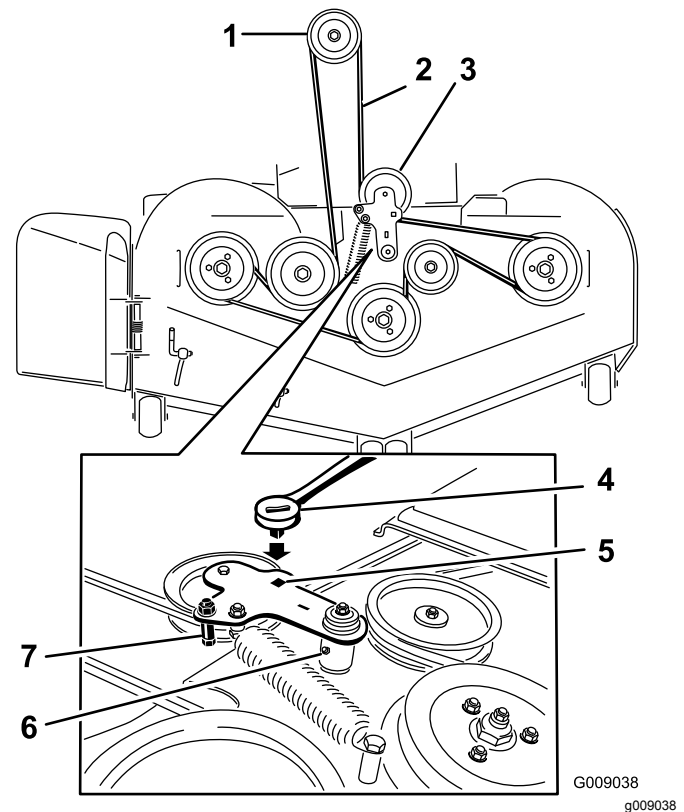
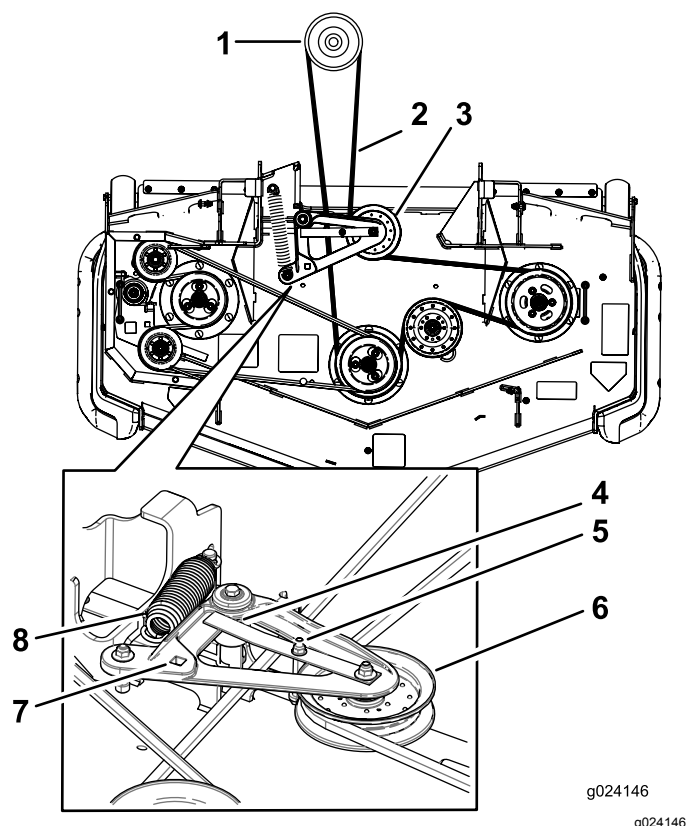

Figura 119
Figura 120
5. Levante la chapa de suelo e introduzca una llave dinamométrica en el taladro cuadrado de la polea tensora de la carcasa (Figura 119 o Figura 120).
6. Gire la polea tensora de la carcasa en sentido horario, levante la pestaña de la guía de la correa (máquinas de descarga trasera solamente) y retire la correa del cortacésped (Figura 119 o Figura 120).